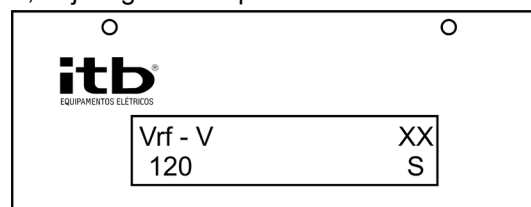

Figura 13: Exemplo do display de ajuste.
1. Pressione a tecla 3 (“SELECIONA”) que o primeiro parâmetro, passível de ajuste, será apresentado no display (figura 13) assim como seu valor atual;